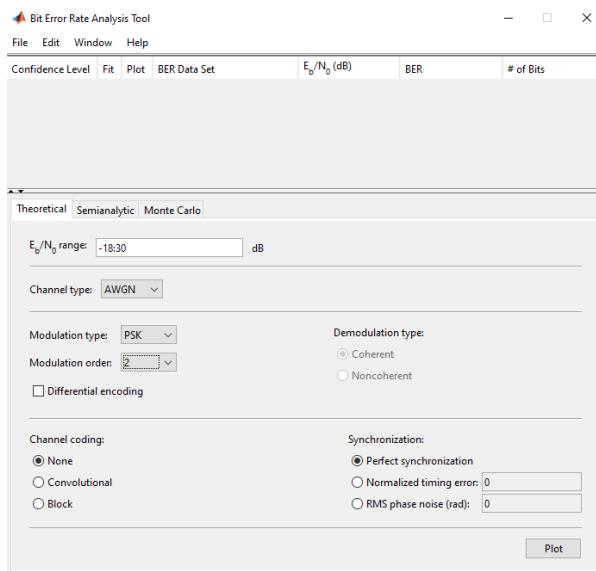
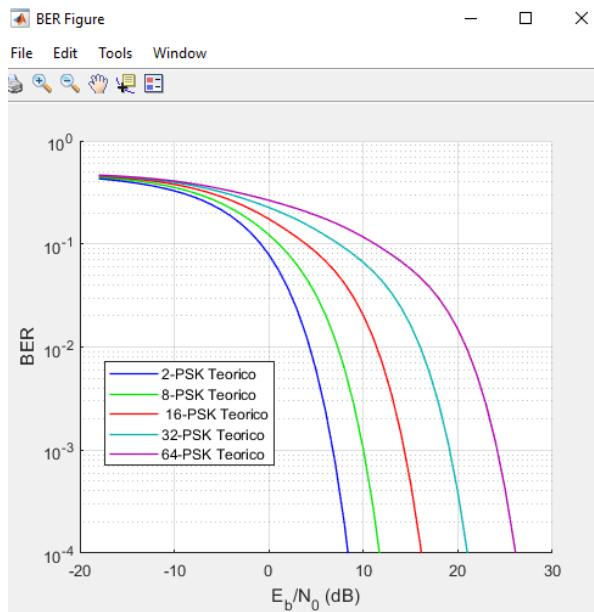
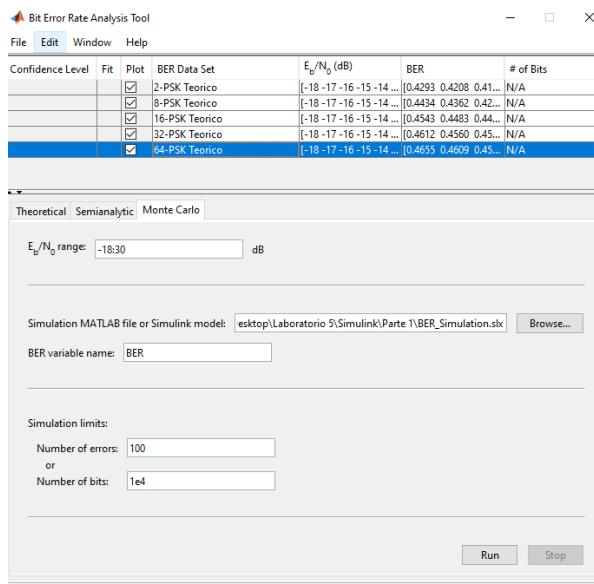

Figura 3: Ventana de Bertool.
Figura 4: Simulaciones teóricas con diversos ordenes de M para PSK.
Figura 5: Ventana de configuración para simulación Monte Carlo.
4. Para llevar acabo la simulación Monte Carlo vaya al entorno gráfico de Matlab y ubique el *Command Window* ó ventana de comandos y digite el comando *bertool* y seguido de la tecla *Enter* deberá abrir una ventana de configuración, según se muestra en la figura 3.
Una vez configurados los parámetros anteriores puede presionar la tecla *Plot* la cual deberá mostrarle un gráfico como el de la figura 4. Para cambiar el eje Y de 10^0 hasta 10^{-4} es necesario dar click en la ventana *Edit* y en *Y Axis Limits ...* configurar el *Lower limit* con 1e-4. Finalmente para darle nombre a las gráficas tome como referencia la figura 3 y ubique la pestaña *BER Data Set* donde seleccionará la gráfica y con doble click asigne el nombre de la modulación simulada adicionando la etiqueta teórico para poder identificarlas luego, (*e.g* 2-PSK-Teórico).
- Al obtener todas las curvas teóricas, con base en la figura 3 ubique la pestaña llamada Monte Carlo y al dar click deberá observar la pantalla de configuración tal como se muestra en la figura 5.